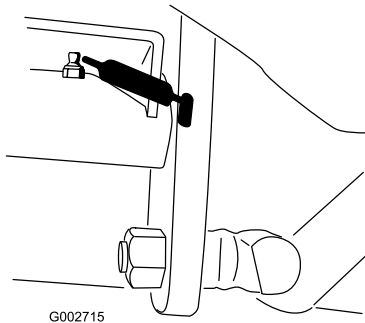

Figura 24
- Articulação do pedal de tração (1) (Figura 24)